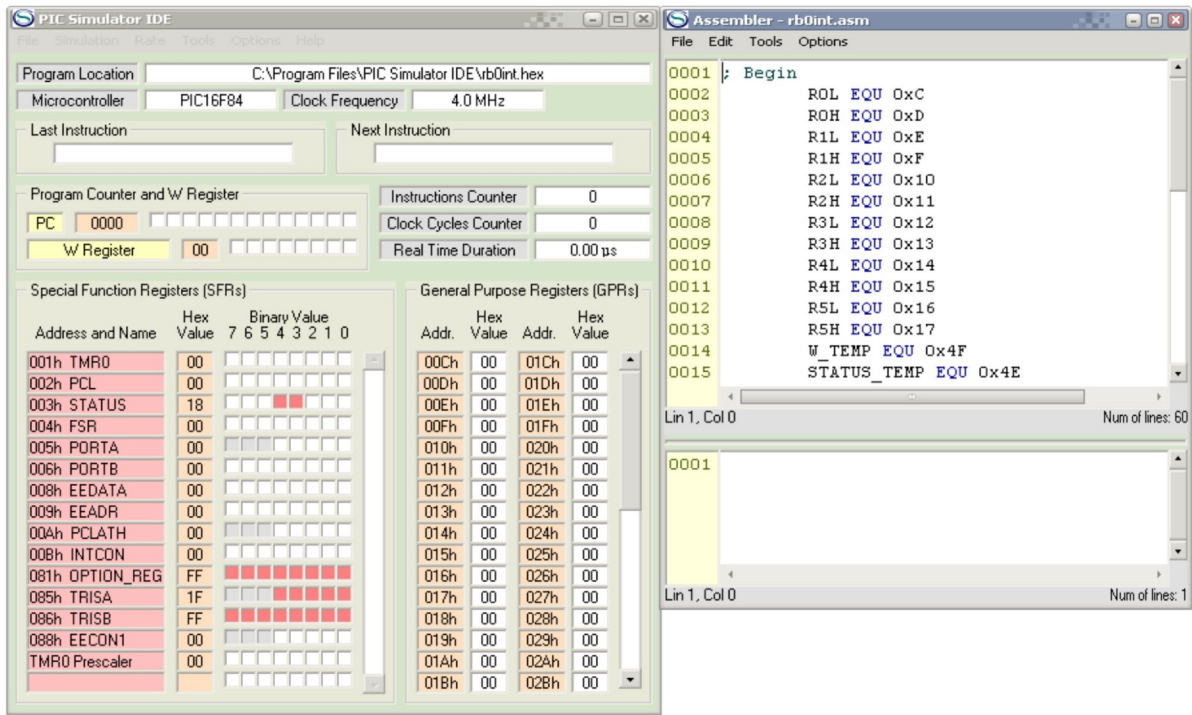

Рис. 4. Завантаження файлу rb0int.asm
3. Після вибору і завантаження файлу (наприклад, gb0int.asm), його текст з'явиться у вікні Assembler (рис. 4).